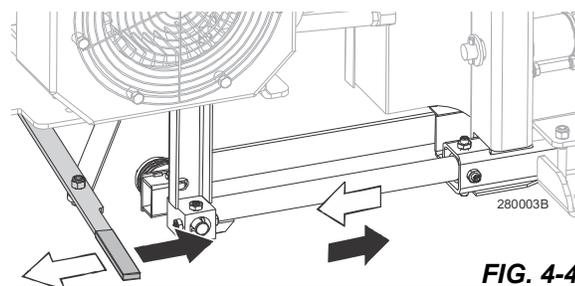

FIG. 4-4
1. Réglez le guide-lame extérieur pour dégager la section la plus large de la bille sur environ 1" (25,4 mm). Voir Fig. 4-4.